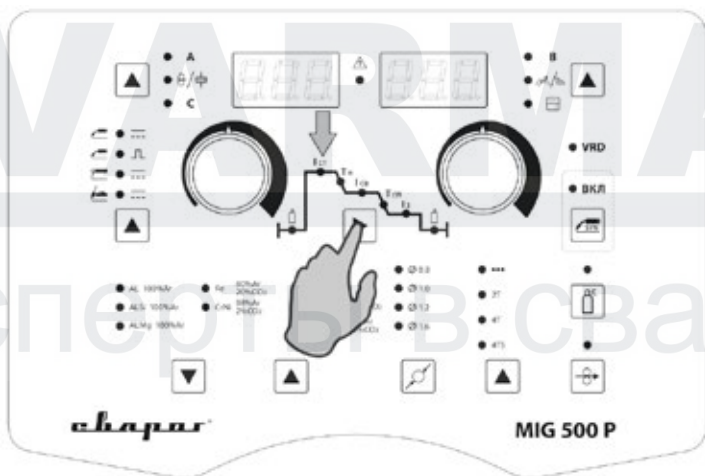
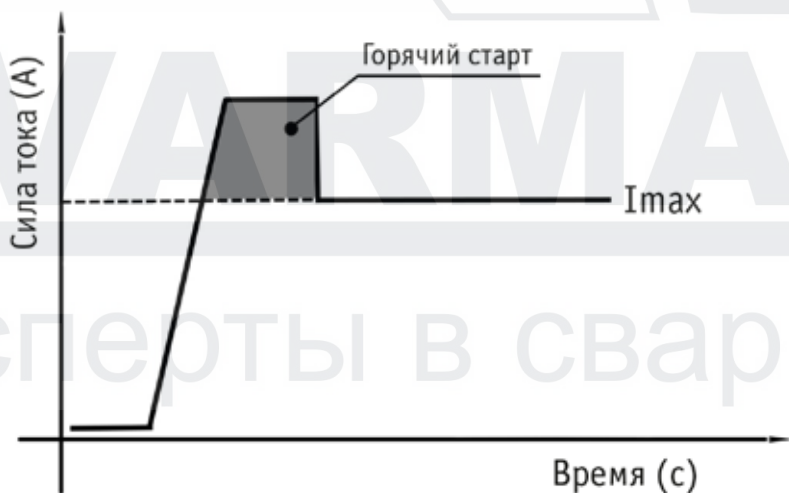

Рис. 10.1.3. Настройка горячего старта.
Рис. 11.1.1. Горячий старт.
3. Установите значение горячего старта (См. рис. 10.1.3). Выбирается для лучшего поджига дуги в начале сварки (См. рис. 11.1.1). Значение силы тока горячего старта выбирается на циклограмме. С помощью кнопки (См. табл. 7.2.1, поз. 8) выберите параметр (См. табл. 7.2.1, поз. 2). Регулятором выставьте значение горячего старта на 20% больше от основного тока (См. табл. 7.0.2, поз. 2). **Время срабатывания горячего старта 500 мс.**
Горячий старт: для обеспечения лучшего поджига дуги в начале сварки инвертор автоматически повышает сварочный ток. Это позволяет значительно облегчить начало сварочного процесса (См. рис. 11.1.1).